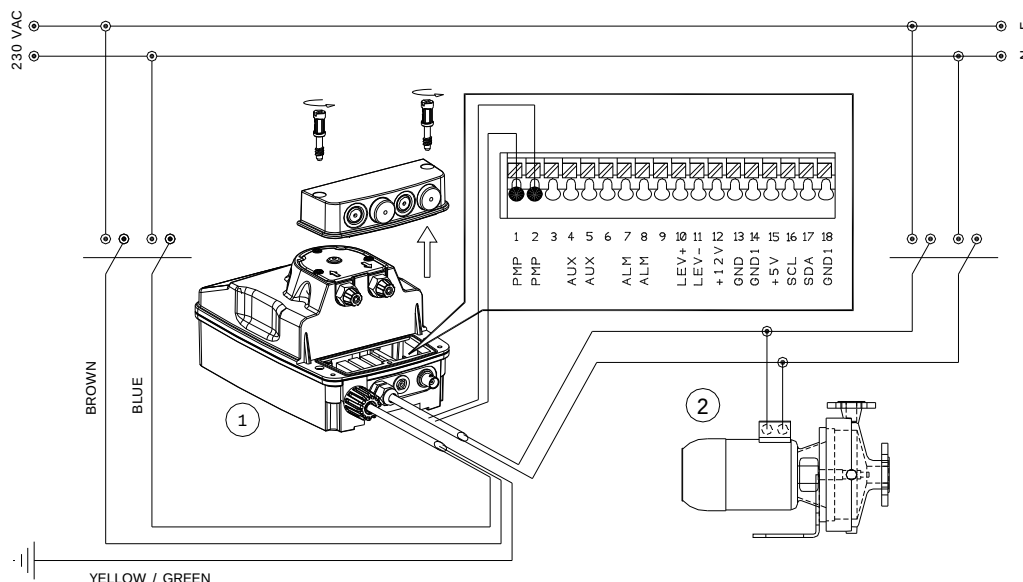

Fig. 2 – Installazione e morsettiera Instalación y el terminal
Respetar las normas en vigor en los diferentes países por lo que se refiere a la instalación eléctrica (Fig. 2). Si el cable de alimentación no está dotado de enchufe eléctrico, el equipo debe quedar conectado con la red de alimentación utilizando un interruptor onnipolar seccionador que tenga una distancia mínima entre los contactos de 3 mm. antes de tener acceso a los dispositivos de conexión todos los circuitos deben estar interrumpidos.
- Entrada 1-2 (PMP)= Bomba de recirculo. Entrada de 230V (neutro y fase). (Fig.2)